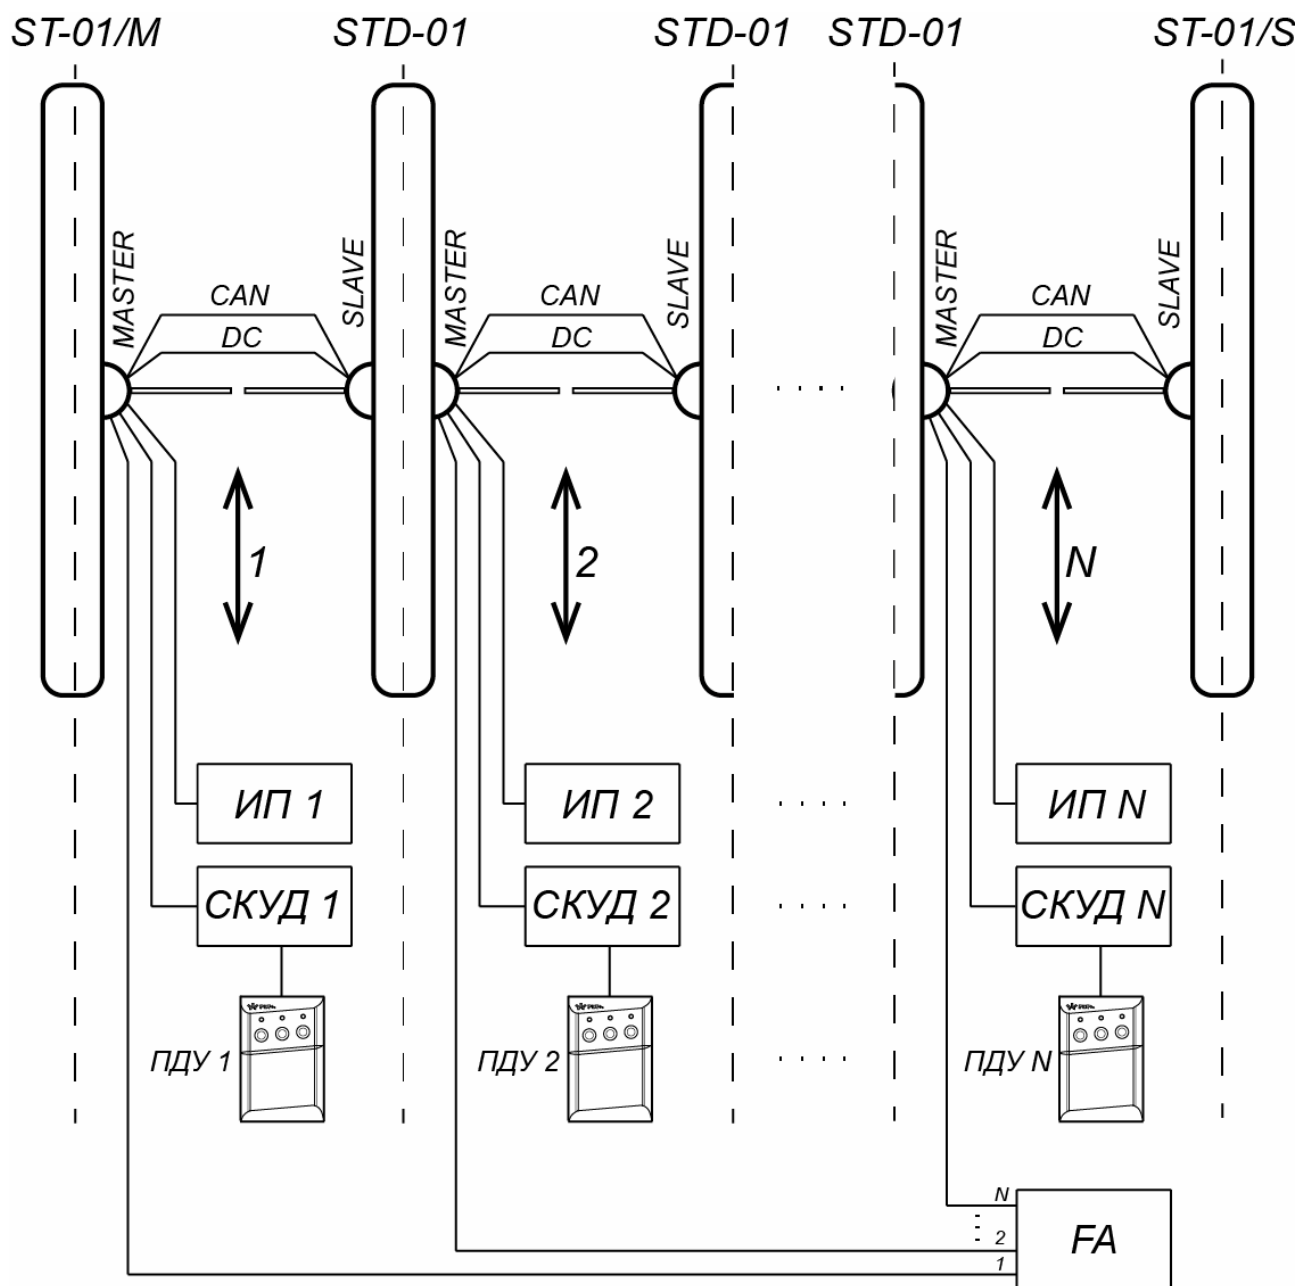
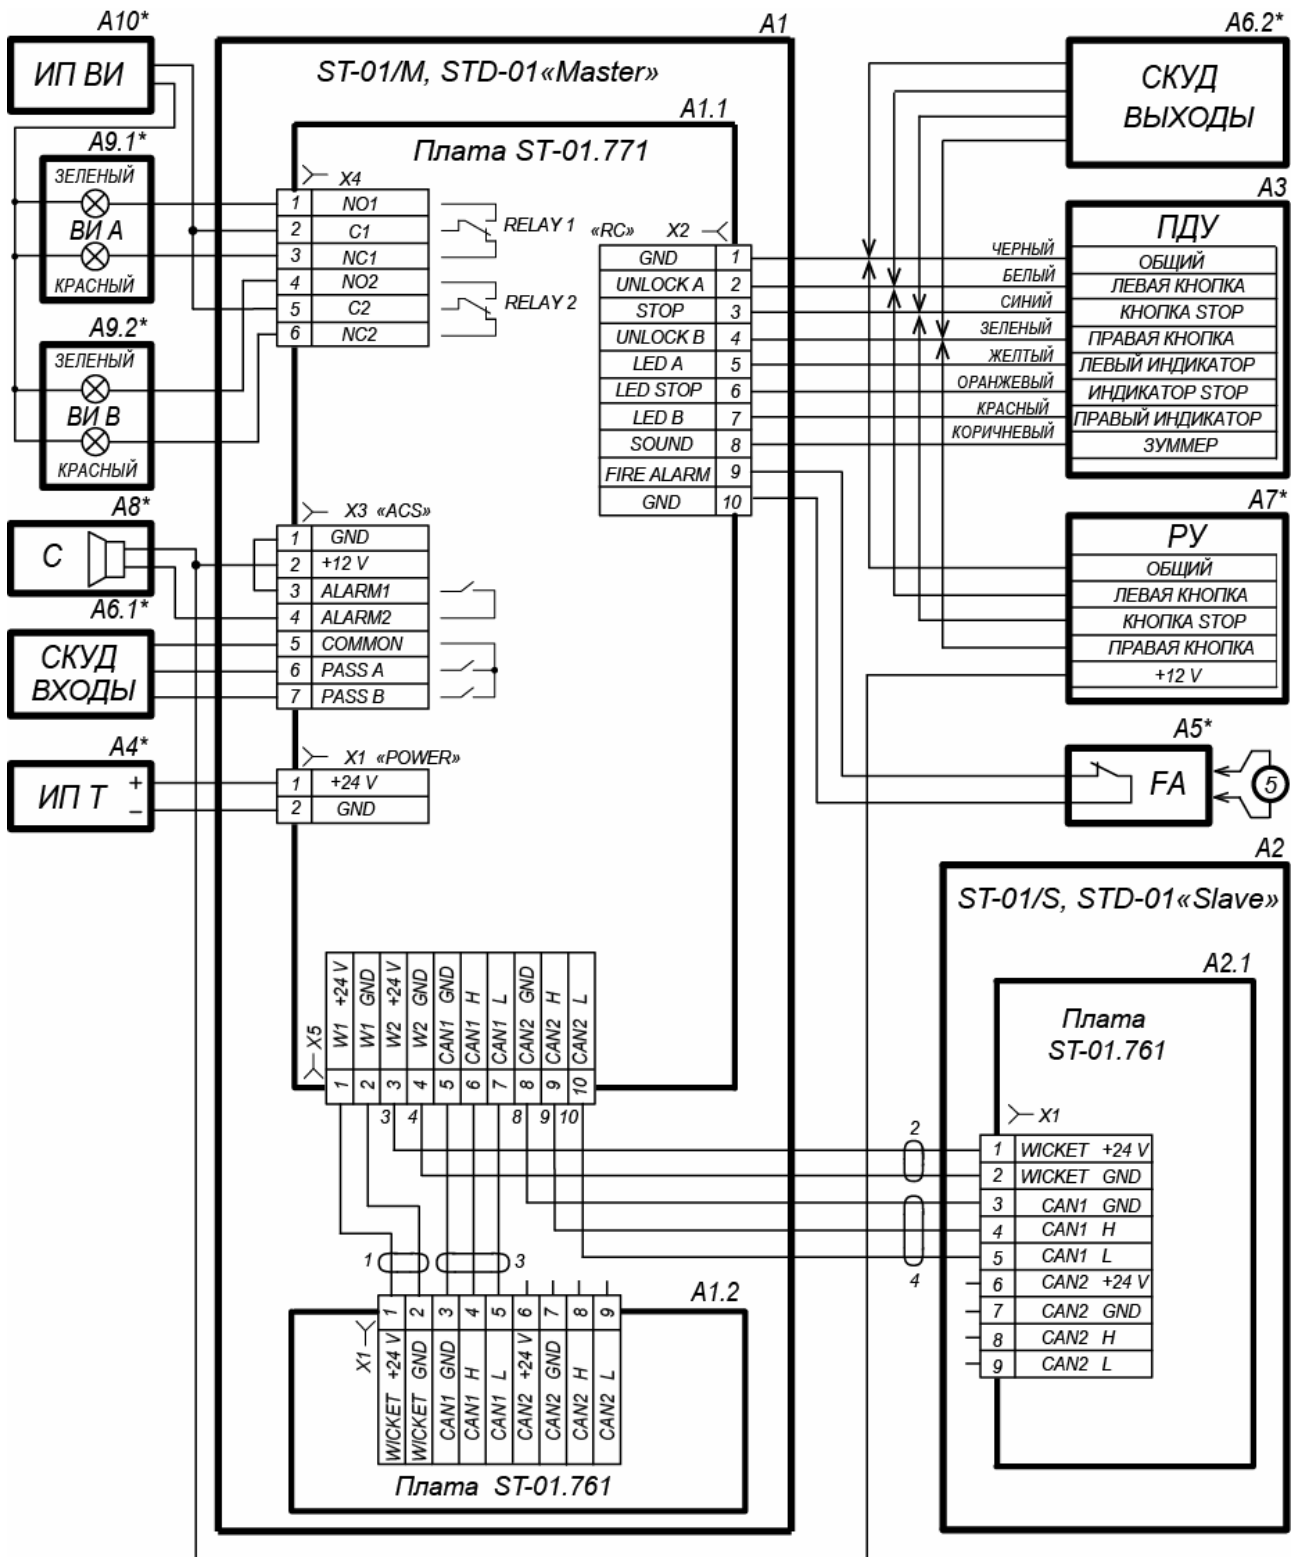

Рисунок 16. Схема соединений турникета PERCo-ST-01 и двусторонних секций PERCo-STD-01 для организации проходной с несколькими зонами прохода
Рисунок 17. Схема электрических соединений турникета11
Схема электрических соединений турникета приведена на рис. 17. Типы кабелей, используемых при монтаже, перечислены в табл. 4. На рис. 16 приведен пример схемы соединений турникета и двусторонних секций при организации проходной с несколькими зонами прохода.
Если нет возможности использовать способ протяжки кабелей кондуктором, при необходимости кабели DC и CAN можно проложить сразу, до начала установки секций. Данные кабели находятся в центральной стойке секции (стороны секции) *Slave* внизу под кожухом. Для этого необходимо распаковать секцию *Slave*, снять кожух с центральной стойки (см. рис. 18), вынуть кабели DC и CAN и отсоединить их от платы управления приводом. На концах жил кабелей имеются маркеры с номерами, соответствующими схеме соединений (рис. 17).
23. Подключите кабели к плате управления турникета, расположенной в нижней части центральной стойки секции *Master* согласно схеме электрических соединений турникета (см. рис. 8 и рис. 17).